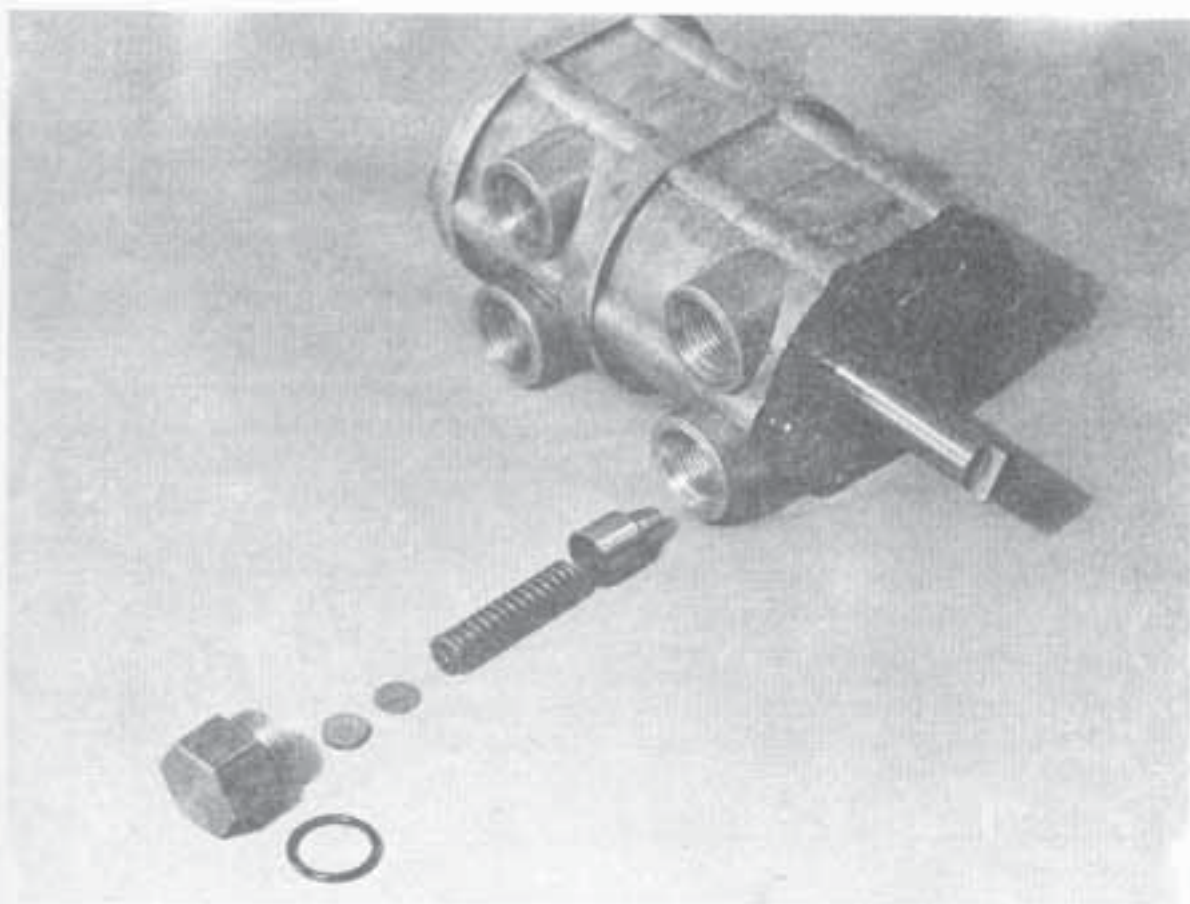

Рис.25.
3. Для разборки нагнетательного клапана схемы наполнения необходимо вывернуть пробку. Конус клапана, пружину и прокладку потом можно выбрать. Рис.25. При сборке надо применить те же самые прокладки. Разборка обратных клапанов схемы наполнения требует угловую отвертку, соответствующую ширине шлица обратных клапанов, и по выбору гаечный ключ. Обратные клапаны комплектно заменяются. Рекомендуется, чтобы смена клапанов проводилась по парам. При установке обратных клапанов поступать очень осторожно, чтобы не повредить уплотнительное кольцо резьбой.